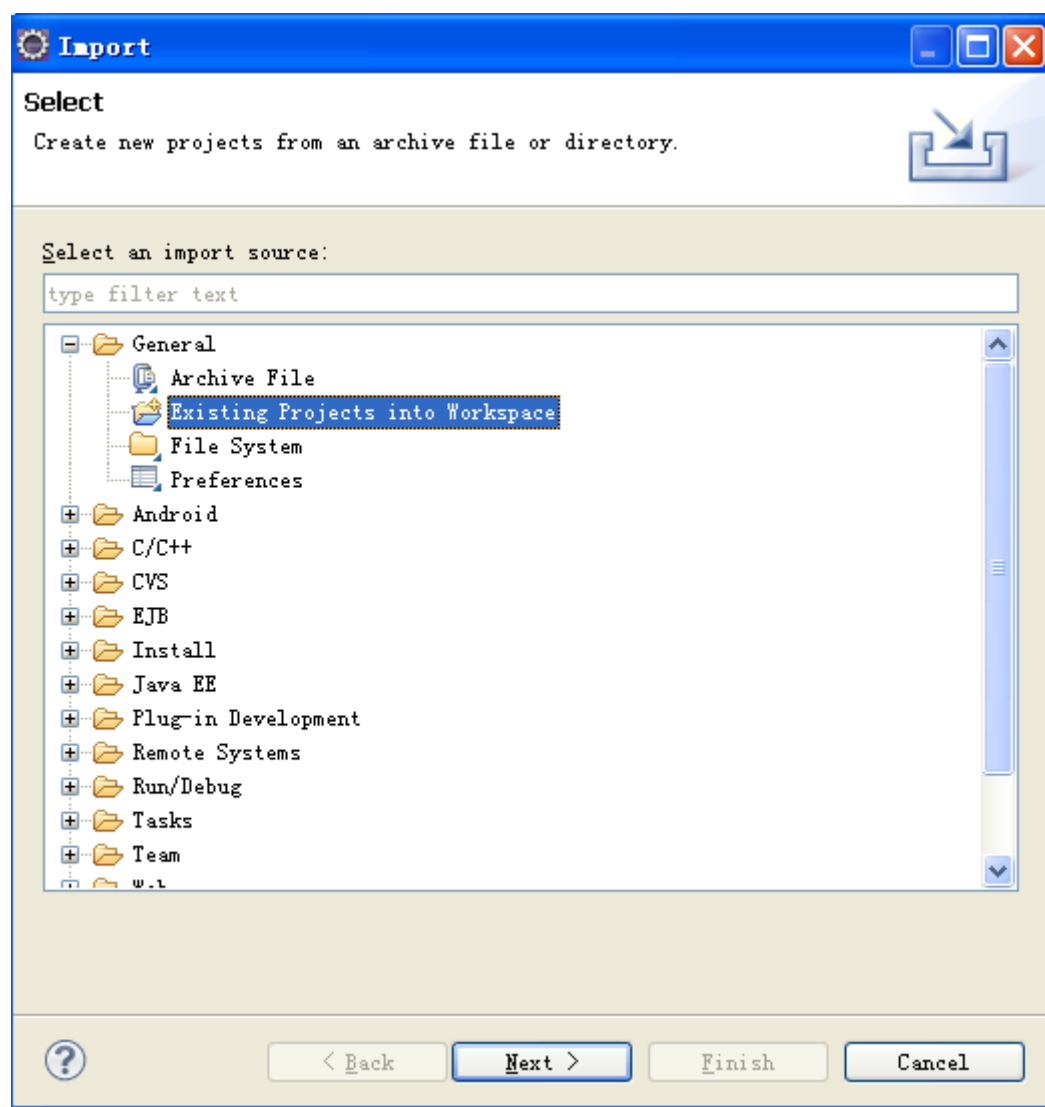

图 2 加载工程
3)选择 General 中的 Existing Projects into Workspace 选项，如图 2 所示。